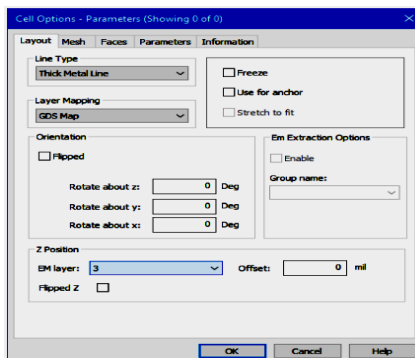
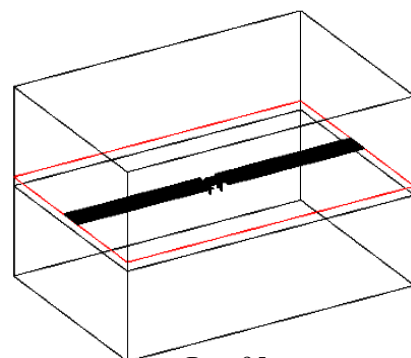

Рис. 94
Рис. 95
9. Выберите подсхему **PCB**, щелкните правой кнопкой мышки и выберите **Shape Properties**, чтобы открыть диалоговое окно **Cell Options**. В разделе **Z Position** измените **EM layer** на **3** (рис. 94). трёхмерный вид структуры **SMA** будет выглядеть как показано на рис. 95.